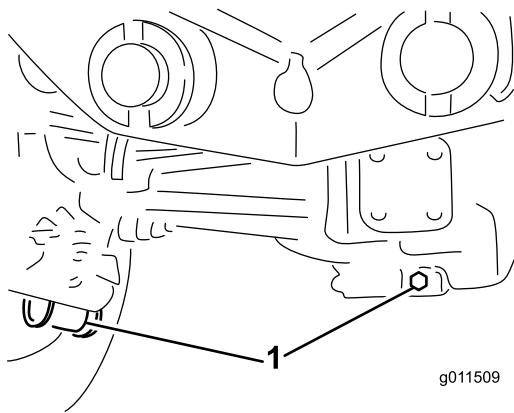

図 60
2. ドレンプラグそれぞれの端部に1本ずつ、中央に1本全部で3本の周囲をきれいにする図 60。